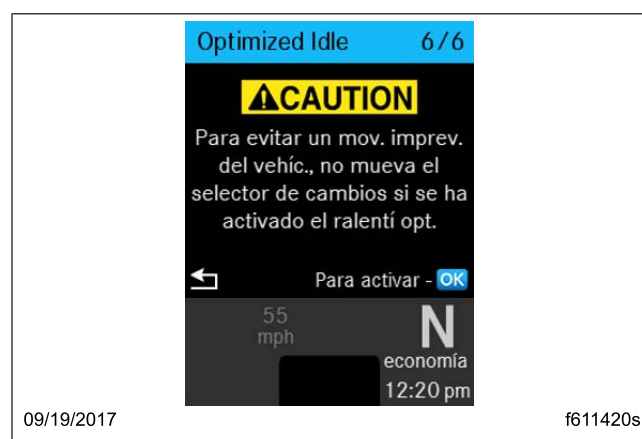

Figura 11.1, Pantalla de inicio de Optimized Idle
5. Navegue a la pantalla de Optimized Idle en la pantalla del conductor. Vea la Figura 11.1.